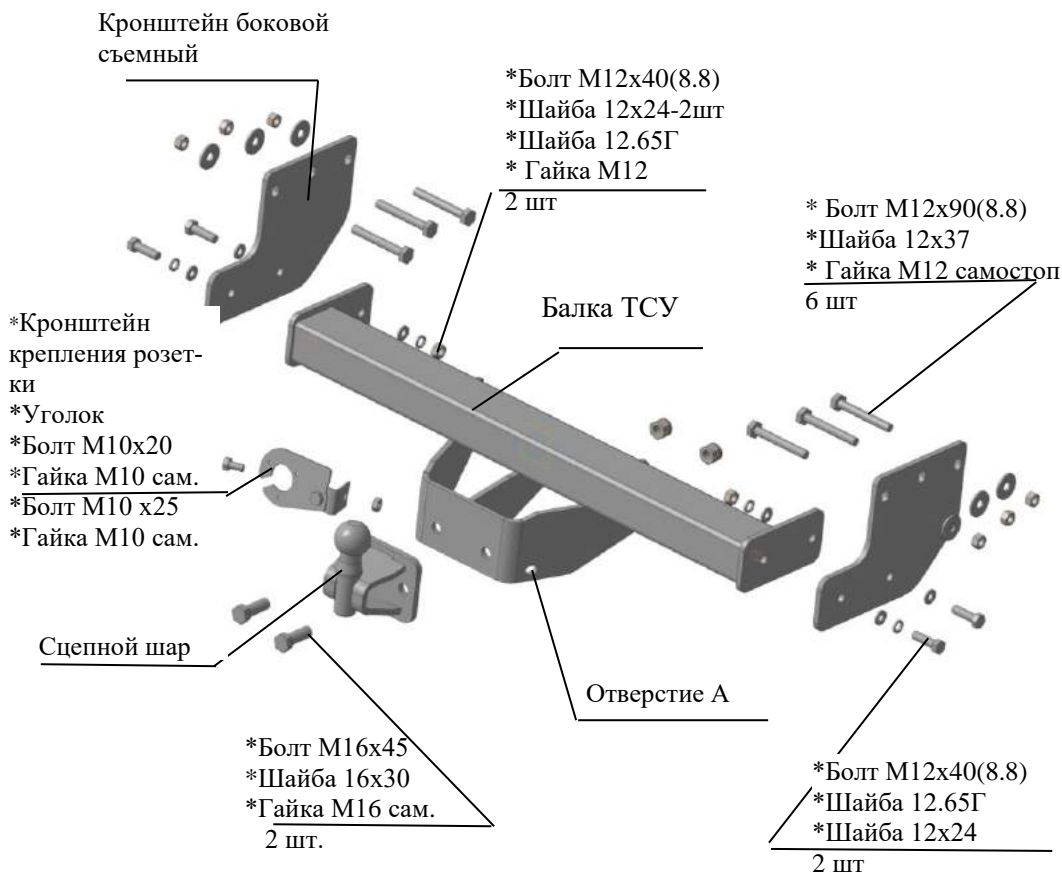

Рис.1 Тягово-сцепное устройство 5020.
2.1 ТСУ 5020 в сборе (рис.1)	1 шт.
2.2 Пакет с комплектующими (см. рис.1)+защитный колпак	1 шт+1 шт.
4.2 Установить боковой левый кронштейн к внутренней полке левого лонжерона, используя болты М12х90 и крепеж соответственно рис.1.
4.4 Закрепить балку ТСУ к съемным боковым кронштейнам болтами М12х40 и крепежом соответственно рис.1. Крепеж не затягивать.